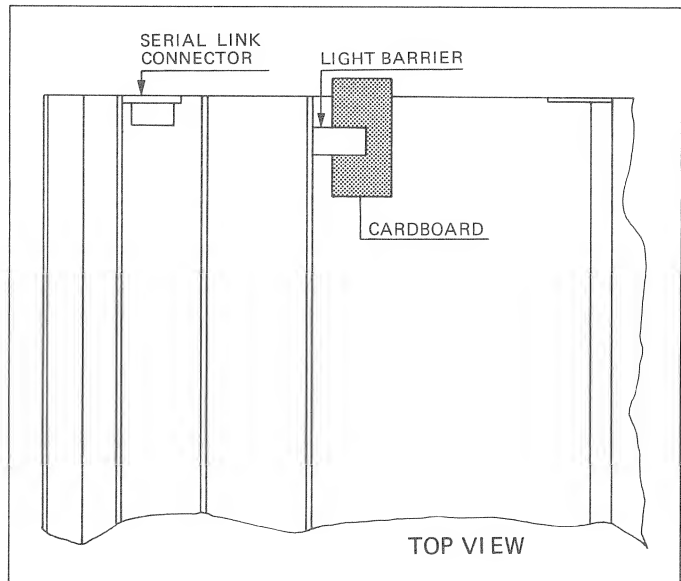

Fig. 4.13
- Recouvrir la barrière lumineuse placée en arrière (sur le SERVO 1 PCB 1.769.310) et servant à la détection de la position du tiroir d'un morceau de carton (voir fig. 4.13).